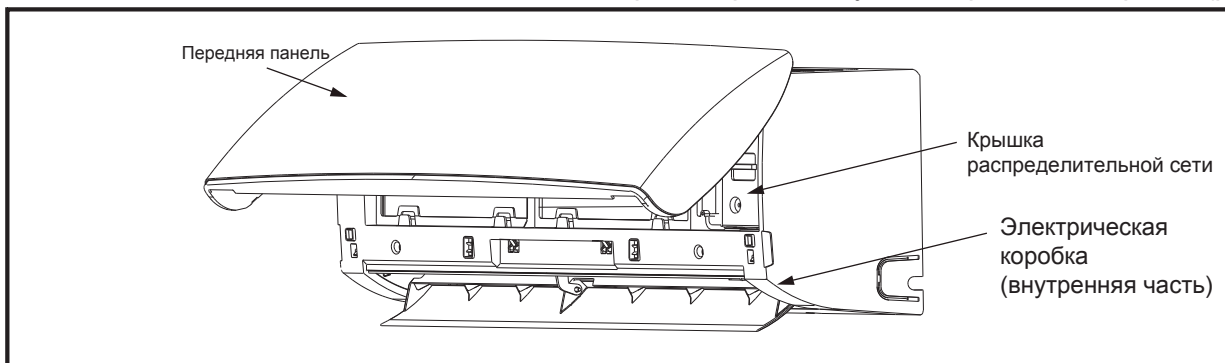
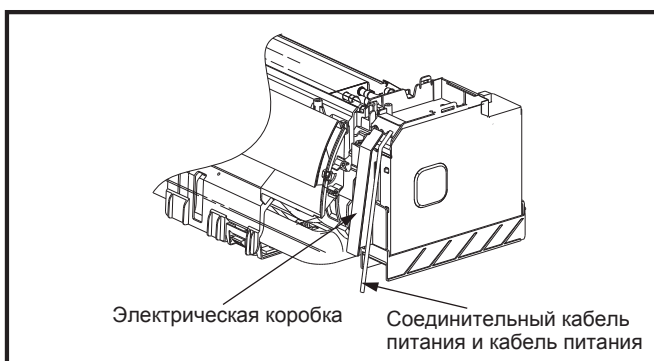

Рис. 16
Рис. 17
6. Откройте переднюю панель и крышку распределительной сети (Рис.16), а затем направьте соединительный кабель питания и кабель питания через направляющую электрической коробки (рис.17).